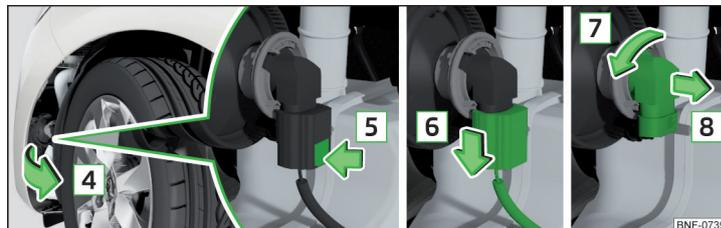

Abb. 146 Glühlampe wechseln
- › Die Radhausverkleidung in Pfeilrichtung **4** » Abb. 146 aufklappen.